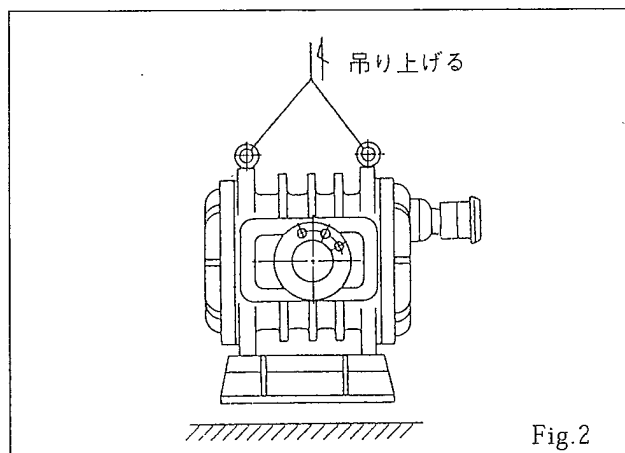

Fig.2
- (2) 運搬はホイールクレーン（容量 2.5ton 以上）などで吊り下げ衝撃を与えないように注意して運搬設置してください。(Fig.2)